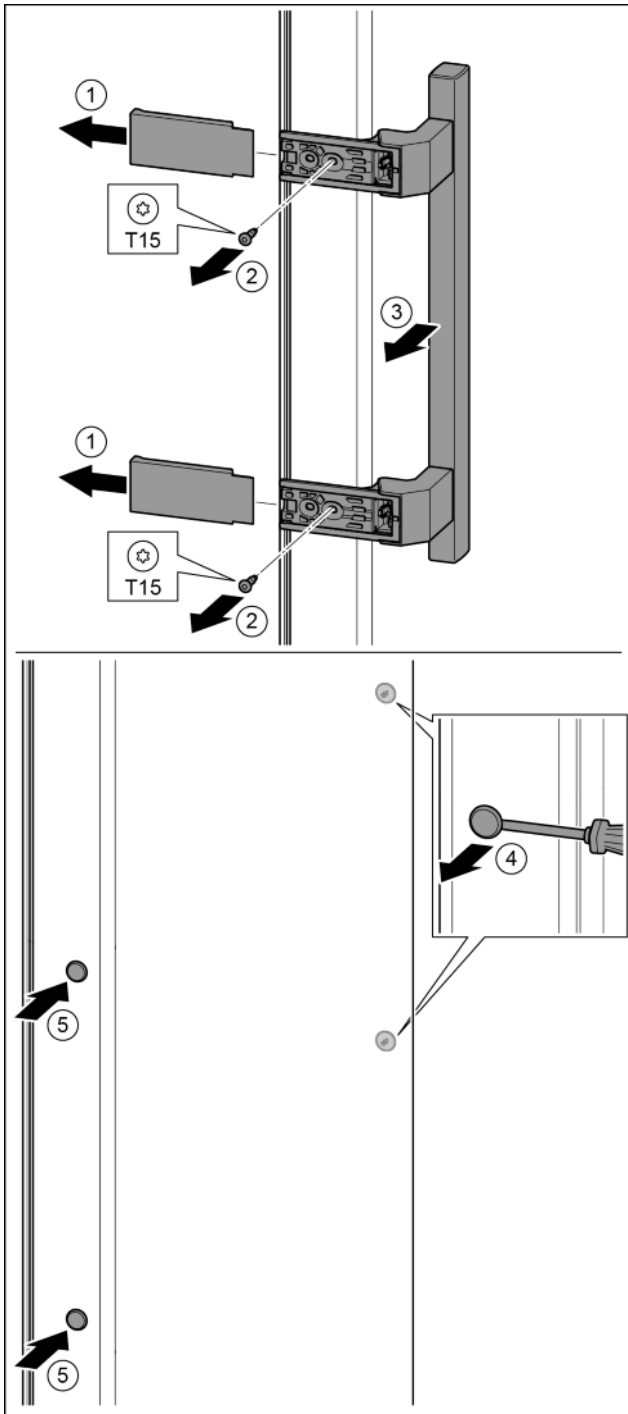

Fig. 32
- ▶ Abdeckung abziehen. Fig. 32 (1)
- ▶ Schrauben mit Schraubendreher T15 herausdrehen. Fig. 32 (2)
- ▶ Griff abnehmen. Fig. 32 (3)
- ▶ Seitlichen Stopfen vorsichtig mit einem Schlitzschraubendreher anheben und herausziehen. Fig. 32 (4)
- ▶ Stopfen auf der anderen Seite wieder einsetzen. Fig. 32 (5)